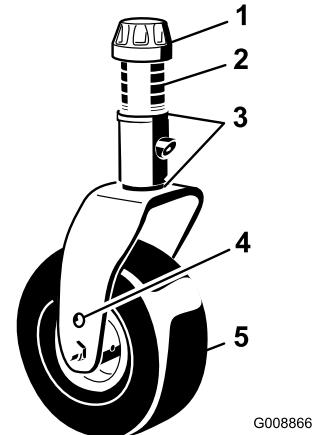

Figure 29
- Enlevez le chapeau de tension de l'axe de pivot (Figure 29) et sortez l'axe du bras pivotant. Replacez les 2 cales (3 mm) sur l'axe de pivot comme à l'origine. Insérez le nombre correct d'entretoises de 13 mm sur l'axe pour obtenir la hauteur de coupe voulue.